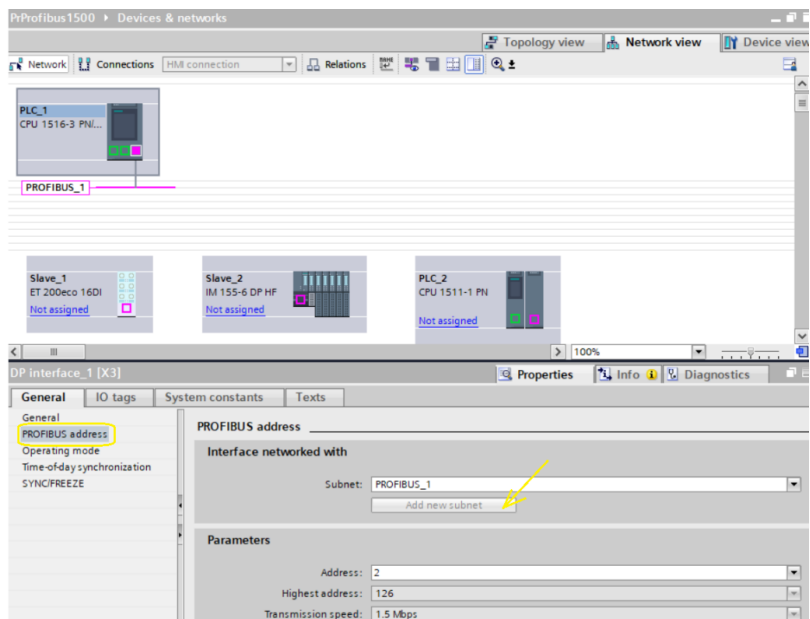

Рисунок 6.5 – Приклад створення мережі PROFIBUS
– Призначте PROFIBUS DP master систему інтерфейсу пристрою DP – DP master. Необхідна підмережа PROFIBUS створюється автоматично в процесі. (рис. 6.5).